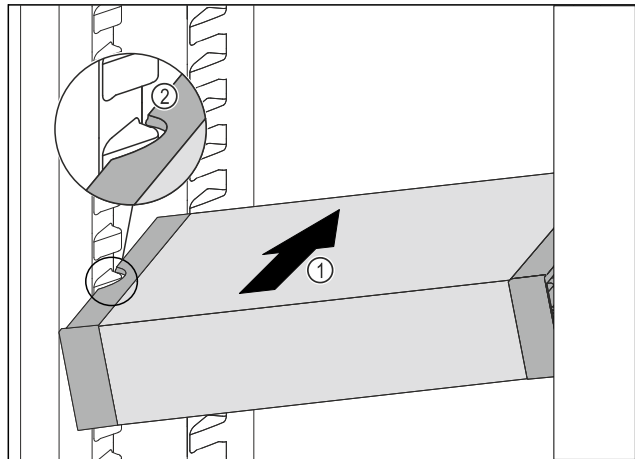

Fig. 56
- ▶ Insérer le VarioSafe en biais dans la partie réfrigérateur Fig. 56 (1) jusqu'à ce que les encoches latérales Fig. 56 (2) du VarioSafe se trouvent à la hauteur de la nervure du bac dans la partie réfrigérateur.